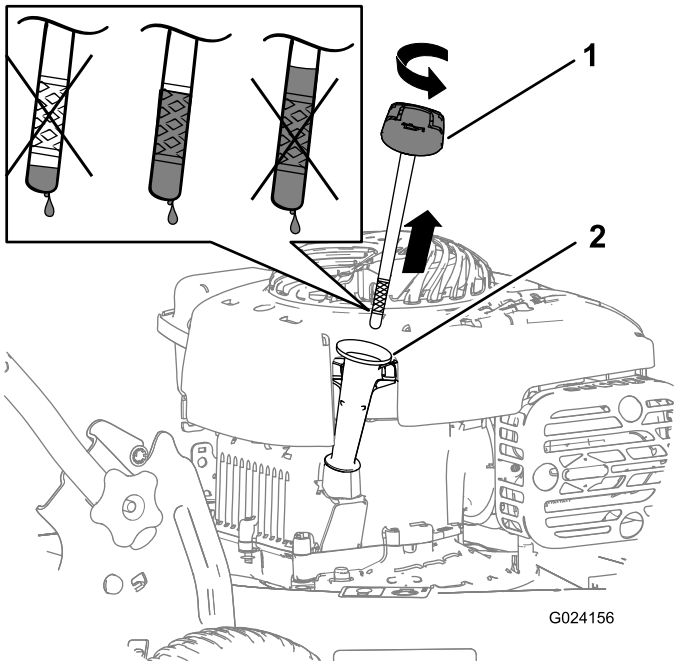

Bild 5
2. Entfernen Sie den Peilstab (Bild 5) und füllen Sie Öl in den Einfüllstutzen bis ca. 3/4 des Füllvolumens des Kurbelgehäuses ein.
5. Nehmen Sie den Peilstab heraus und lesen Sie den Ölstand ab (Bild 5).